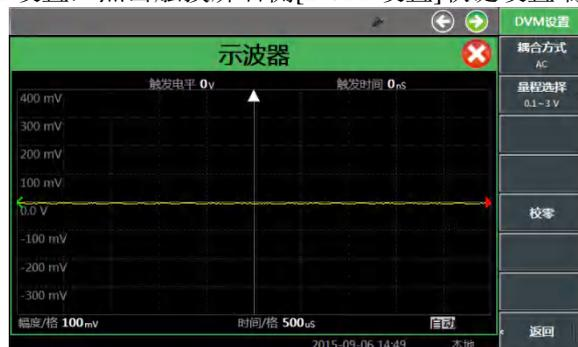

图 4-36 DVM 设置窗口
- ◇ 如需进行 DVM 设置，点击触摸屏右侧[DVM 设置]软键设置端口，如图 4-36。